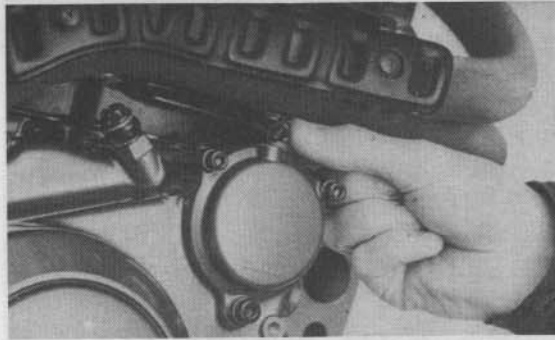

Bild 30
- Motor im Leerlauf tuckern lassen und Entlüftungsschraube am Ölfiltergehäuse (Bild 30) erst eindrehen, wenn Öl blasenfrei austritt.